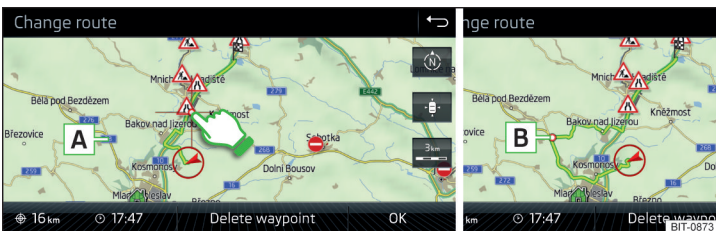

Abb. 230 Routenänderung in der Karte / Routendurchfahrtspunkt
- Den Bildschirm im Routenbereich berühren und den Kreuzpunkt auf die gewünschte Stelle in der Karte (z. B. **A**) » Abb. 230) verschieben.
Der Durchfahrtspunkt **B** » Abb. 230 wird in die Route eingefügt.